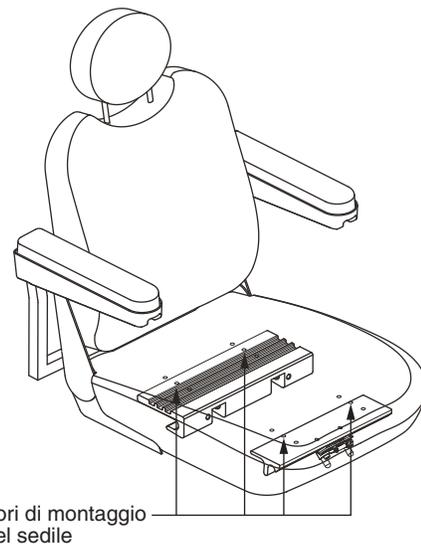

Figura 11. Regolazione della posizione del sedile
6. Riposizionare le estrusioni su una serie diversa di fori di montaggio. È necessario spostare entrambe le estrusioni dello stesso numero di fori in avanti o all'indietro. Vedere figura 11.